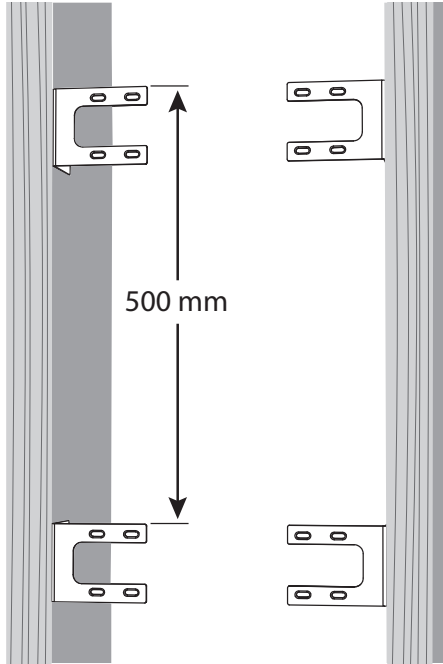

图 1. 将后罐支架拧到天花板托梁上
2. 如图 1 所示放置支架, 确保支架的下表面与天花板托梁的下表面齐平。使用每个支架的四个螺钉将每个支架固定到天花板托梁。